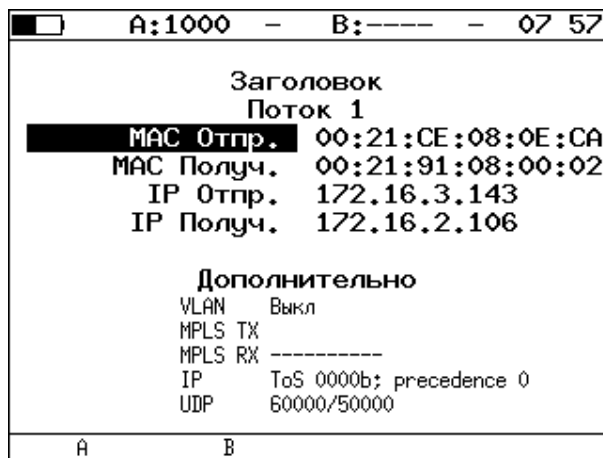

Рисунок 10.12. Экран «Заголовок»
6. На локальном приборе перейти в меню «Беркут-ЕТ. Измерения» ⇒ «Y.1564» ⇒ «Настройки» ⇒ «Настройки сервисов» ⇒ «Заголовок» (см. рис. 10.12). Выбрать: